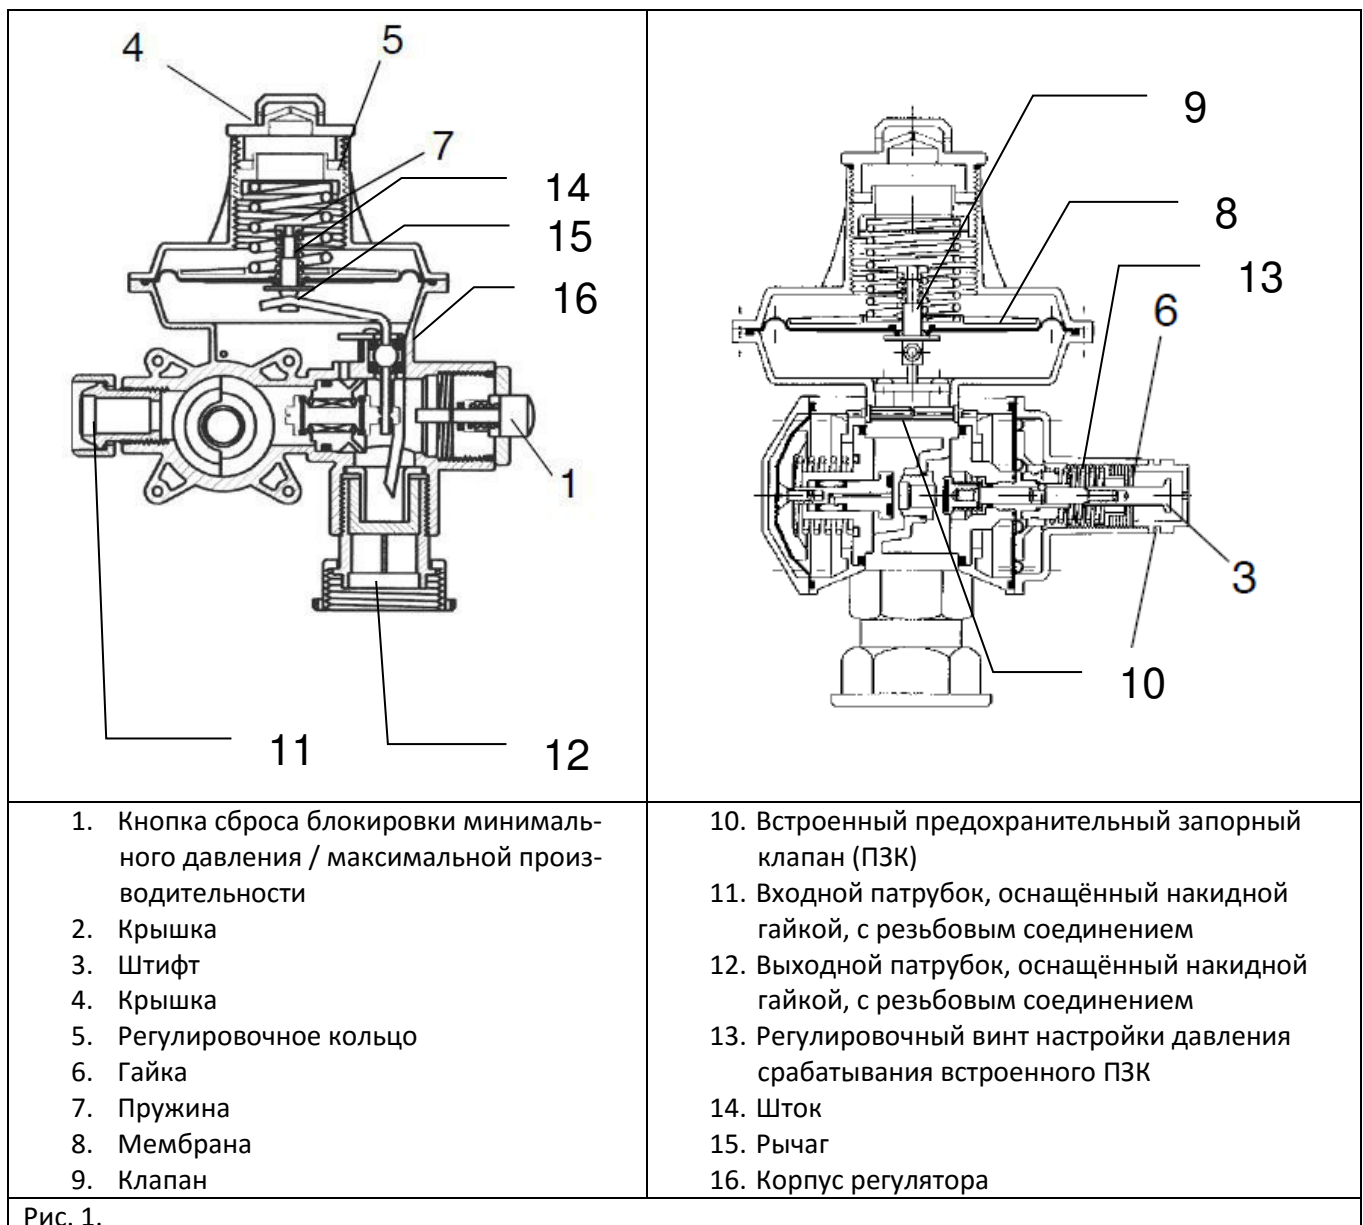

Рис. 1.
- нажмите кнопку сброса блокировки минимального давления/максимальной производительности (Рис. 1. поз.1);
Если блокировка произошла по причине повышенного расхода или пониженного давления, следует осуществить сброс блокировки, как это выполняют при пуске регулятора в эксплуатацию. С этой целью следует нажать кнопку сброса (Рис. 1. поз.1). Если блокировка произошла по причине максимального давления, то следует отвернуть крышку (Рис. 1. поз.2) и вытянуть штифт (Рис. 1. поз.3). После этого крышку (Рис. 1. поз.2) обратно завернуть на место.
Все регуляторы проходят настройку на заводе-изготовителе. Пользователь может изменить настройки – как значение регулируемого давления на выходе, так и настройку устройства блокировки по повышенному давлению. Чтобы повысить или понизить рабочее давление, следует снять крышку (Рис. 1. поз.4), с помощью трубного ключа на 27 мм повернуть кольцо (Рис. 1. поз.5) по часовой стрелке для повышения давления и против часовой стрелки для понижения давления. При увеличении рабочего давления следует также увеличить значение повышенного давления блокировки. Для этого следует снять крышку (Рис. 1. поз.2) и с помощью гаечного ключа на 13 мм повернуть гайку (Рис. 1. поз.6) по часовой стрелке для повышения давления и против часовой стрелки для понижения давления. При этом не надо будет повторно настраивать встроенный сбросовый клапан, так как настроенное значение этого клапана представляет собой дифференциал, являющийся функцией настройки регулятора.
Но можно регистрировать настройку, сняв крышку (Рис. 1. поз.4) и повернув с помощью трубного ключа на 10 мм кольцо (Рис. 1. поз.7) по часовой стрелке, чтобы повысить давление, и против часовой стрелки, чтобы его понизить. Завершив эту операцию, следует завернуть все крышки в исходное положение.